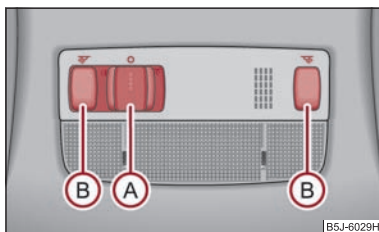

Abb. 39 Ausschnitt des Dachhimmels:
- Drücken Sie den Schalter **A** nach rechts in die Stellung  $\Rightarrow$  Abb. 39.
- Drücken Sie auf einen der Schalter **B**  $\Rightarrow$  Abb. 39, um die rechte oder linke Leseleuchte ein- bzw. auszuschalten.